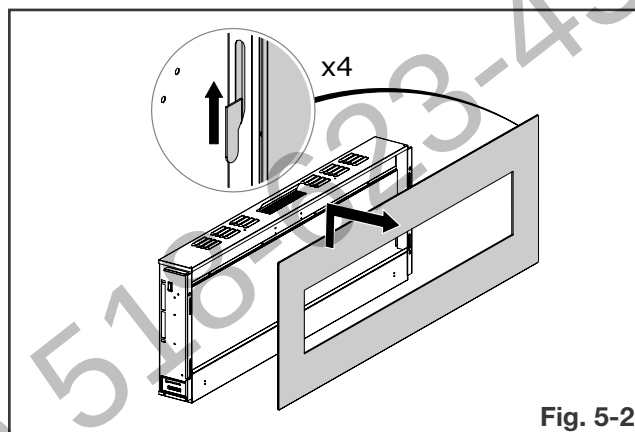

Fig. 5-2
- Soigneusement soulevez la façade avant de l'appareil (**Fig. 5-2**). La placez face vers le bas sur une surface douce et non-abrasif.